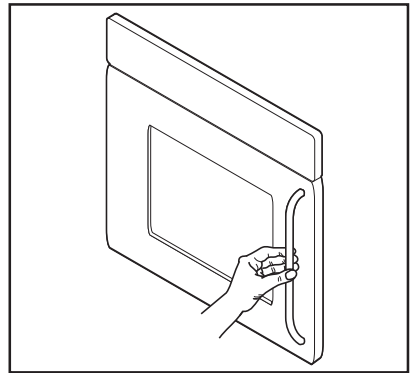

Abb. 3
**!** Fassen Sie zum Öffnen der Tür den Griff immer in der Mitte (Abb. 3).